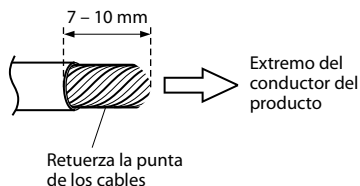

Fig. 5
2. Quite aproximadamente 7 – 10 mm de aislación de los extremos de los alambres. (Fig. 5)